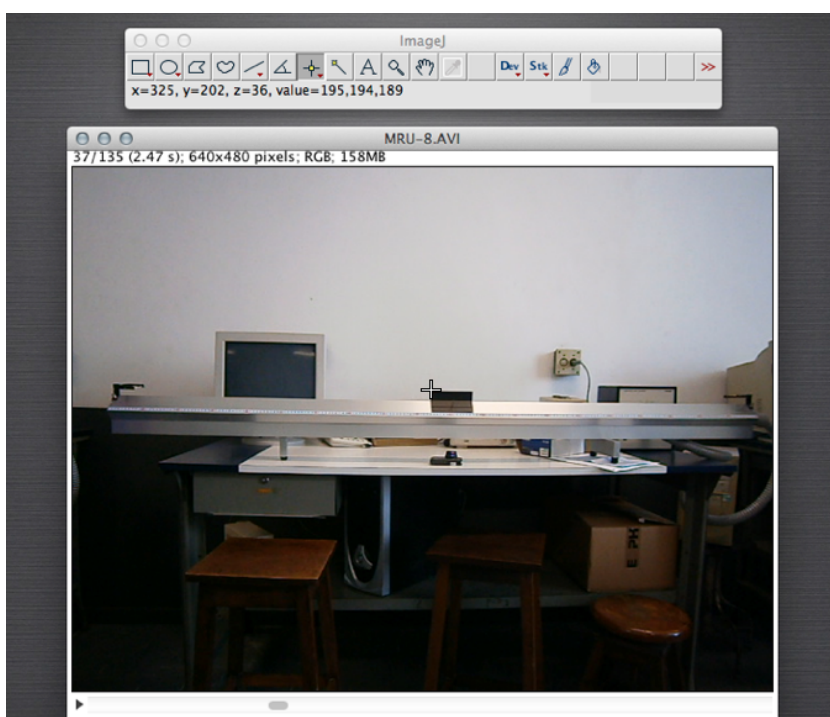

Figura E.3: ImageJ: posição do cursor sobre a imagem.
5. Experimente passar o cursor do mouse sobre a imagem. Você verá que embaixo da barra de ferramentas do ImageJ aparecerão alguns números, por exemplo, na Figura E.3: $x=325$, $y=202$, $z=36$, $value = 195$. As letras "x" e "y" correspondem à posição do cursor em "pixels" no sistema de referência mostrado na Figura E.3. A
6. Observe agora no canto superior esquerdo das imagens do filme (Figura E.3). Aparecem números semelhantes a “37/135 (2.47s); 640x480 pixels; RGB; 158 MB”. O primeiro deles significa que está sendo exibida a imagem 37 de um total de 135. O instante de tempo no qual essa imagem foi capturada em relação ao início do filme é indicado pelo número entre parênteses “2.47s” que é dado por $1/15 \times 37$ s (onde $1/15$ corresponde a 15 fotos ou *frames* por segundo), “640 X 480 pixels” corresponde às dimensões da imagem em número de “pixels”, “RGB” corresponde à qualidade da imagem, e “158 MB” corresponde ao espaço de memória do computador que foi uti-